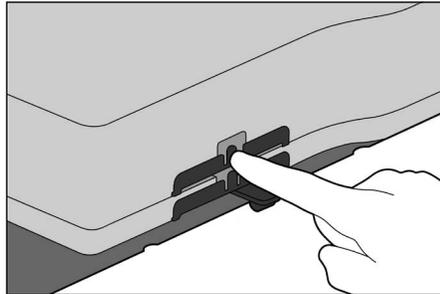

Fig. 8
3. Para diminuir a altura do dispositivo ou remover os dispositivos de elevação e calços para TC, remova o Access 360 ou o Access 360 G2. Mantendo os botões de liberação pressionados em cada lado da placa de indexação, levante o dispositivo de elevação para TC ou o calço para TC do calço para TC inferior e remova-o (Fig. 8).